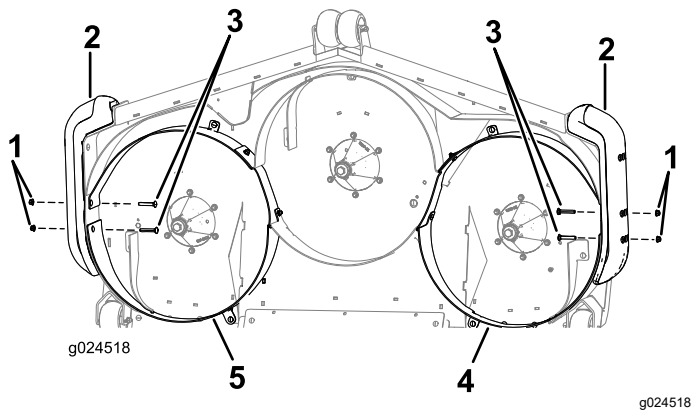

Bild 5
Hinweis: Stecken Sie die Schlossschrauben ($\frac{3}{8}$ " x 2- $\frac{1}{2}$ "") und Bundmuttern ($\frac{3}{8}$ ") lose in die Seite der Ablenkbleche und der Stoßstange, um das Ausfluchten der Ablenkbleche zu erleichtern (Bild 5).
1. Setzen Sie zwei Schlossschrauben ($\frac{3}{8}$ " x $2\frac{1}{2}$ ") an jeder Seite durch das rechte und linke Ablenklech und die Stoßstangen (Bild 5).
2. Befestigen Sie die beiden Schlossschrauben an jeder Seite mit zwei Bundmuttern ($\frac{3}{8}$ ") (Bild 5).